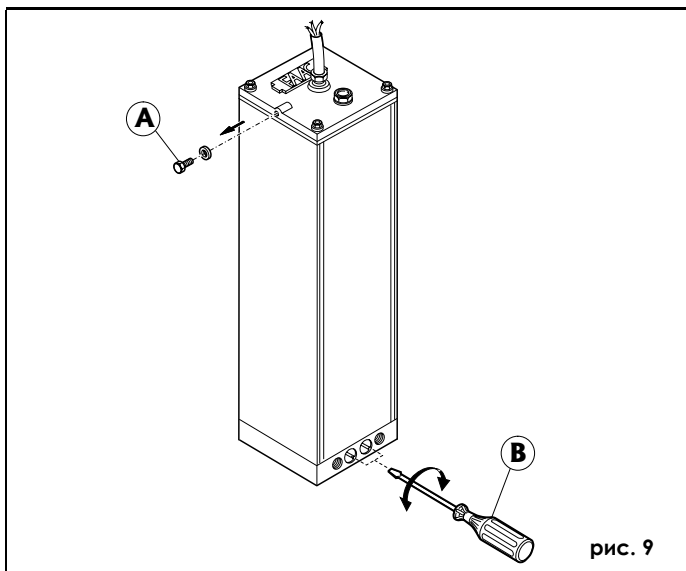

рис. 9
- 4) Выкрутите и сохраните винт дыхательного отверстия, как показано на рис. 9, поз. А.